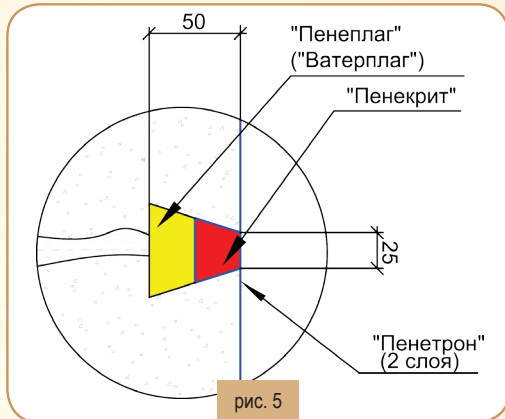

рис. 5
3. Приготовить необходимое количество раствора материала «Пенекрит». Заполнить им оставшуюся полость (рис. 5).